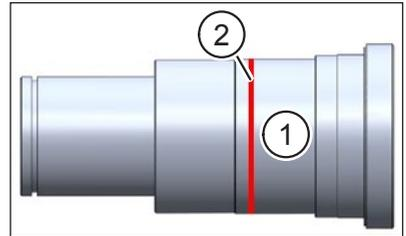
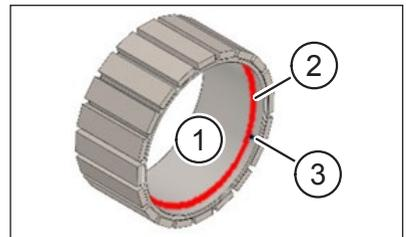

Abb. 10: Klebstoffring auf Welle
Abb. 11: Klebstoffring auf Rotor
- ▶ Reinigen und entfetten Sie die Klebefläche der Welle (Pos. 1 in Abb. 10) und des Rotors (Pos. 1 in Abb. 11) gemäß den Anweisungen des Klebstoffherstellers.
- ▶ Tragen Sie einen dünnen Ring Klebstoff (Pos. 2 in Abb. 10) nach den Vorgaben des Herstellers auf die Klebefläche der Welle (Pos. 1 in Abb. 10) auf.
- ▶ Tragen Sie einen dünnen Ring Klebstoff (Pos. 2 in Abb. 11) nach den Vorgaben des Herstellers auf die Innenfläche nahe der Indexbohrung (Pos. 3 in Abb. 11) am Rotor auf.